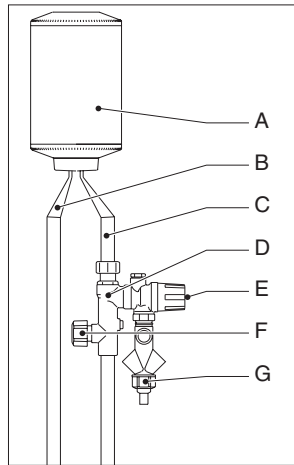

Fig. 2 Fonctionnement
- Fermez le robinet d'arrêt de la groupe de sécurité (fig. 2).
Contrôlez régulièrement que la valve de décharge (fig. 2) évacue sans problèmes l'eau d'expansion hors du chauffe-eau. Activez régulièrement la valve de décharge afin d'éviter la formation de tartre.